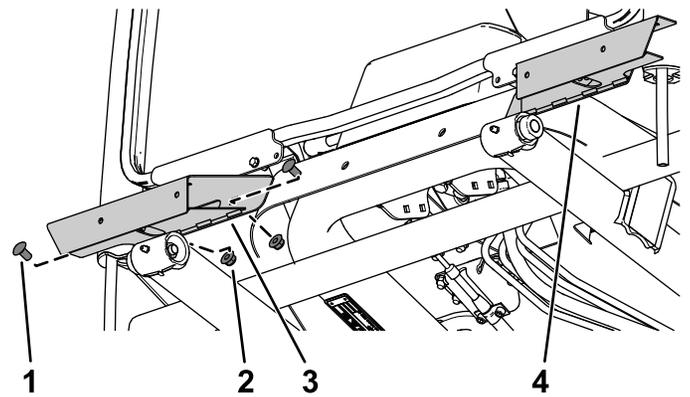

Figura 14
1. Fije la base de la luz izquierda y la base de la luz derecha al chasis de la cabina con 2 pernos de cuello cuadrado ($\frac{3}{8}$ " x $\frac{3}{4}$ ") y 2 contratuercas ($\frac{3}{8}$ ") a cada lado (Figura 14).